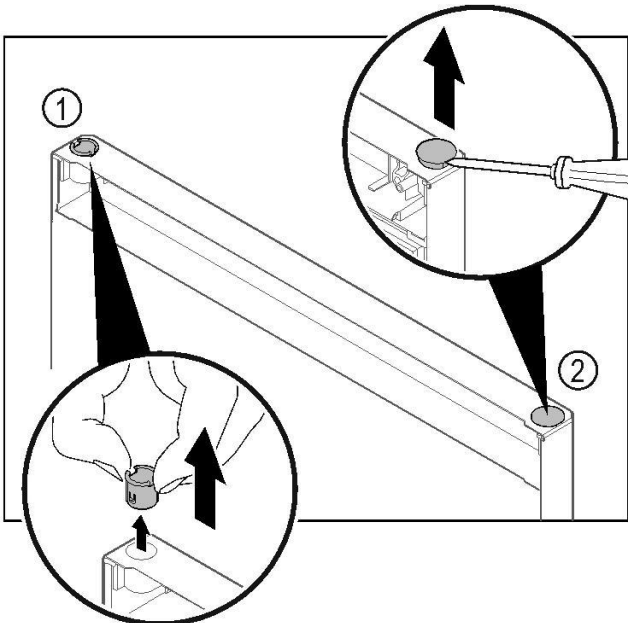

Fig. 24
|| Scharnierbus Fig. 24 (1) met de vingers eruit trekken.
|| Afdekstop Fig. 24 (2) voorzichtig met een sleufschroevendraaier optillen en eruit trekken.